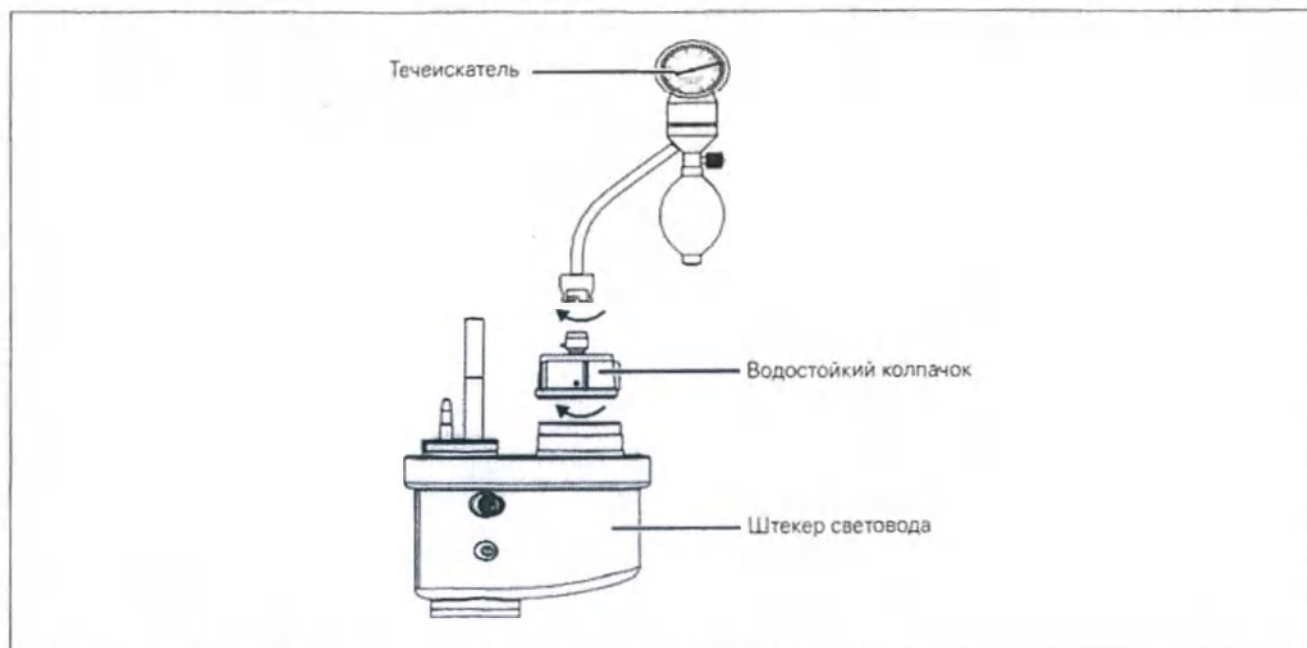

Рис.21.
1. Подсоедините течеискатель (поставляется опционально) к эндоскопу, как описано ниже. (см. рис. 21)